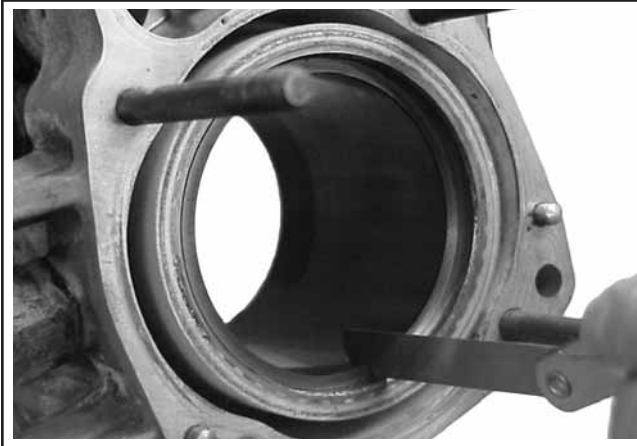

Abbildung 10-6. Ringendspalt des Kolbenrings messen.
3. Positionieren Sie vor der Installation der Ringe am Kolben die beiden oberen Ringe jeweils in ihrem Laufbereich in der Zylinderbohrung und kontrollieren Sie den Endspalt mit einer Fühllehre (siehe Abbildung 10-6). Vergleichen Sie die Resultate mit den Spezifikationen unten: